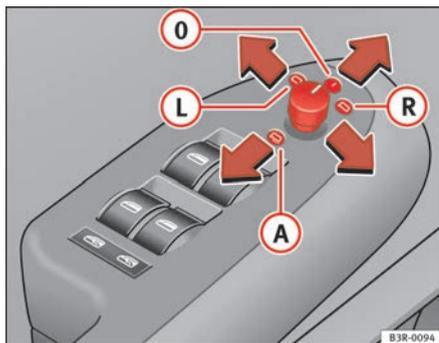

Fig. 103 Pormenor do apoio de braços: Comando giratório
- Rode o comando para a posição ⇒ fig. 103 **L** (retrovisor exterior do condutor) ou para a posição **R** (retrovisor exterior do passageiro).
Ao engrenar a marcha-atrás, inclina-se ligeiramente para baixo a superfície do espelho, sempre que se tenha trocado para esse retrovisor (comando giratório na posição **R** ⇒ fig. 103). Isto permite ver o passeio ao estacionar o veículo.